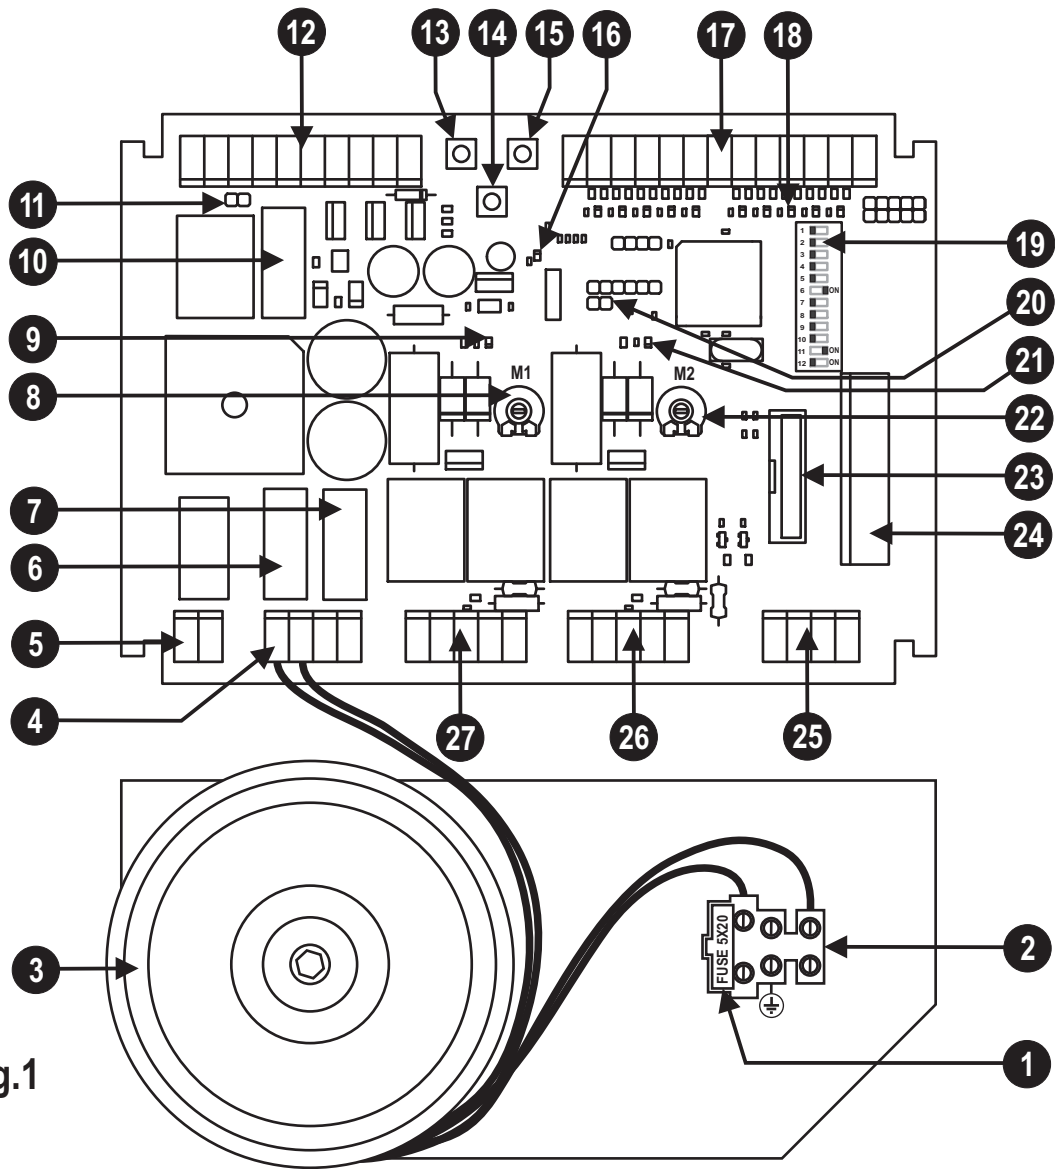

Fig.1
- Monter le récepteur dans le connecteur (pos. 23 fig. 1)
## DESCRIPCIÓN DE LAS PIEZAS (Fig. 1)